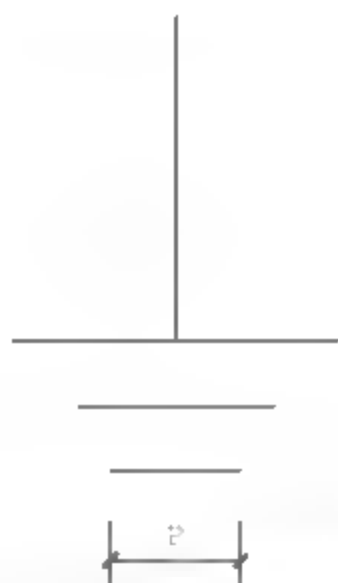

图3-8 接地线图例
**06** 使用同样的方法，调用L【直线】命令，绘制一条长度为2的直线，并使其距离上一条水平直线为1，如图3-8所示。完成接地线图例的绘制。